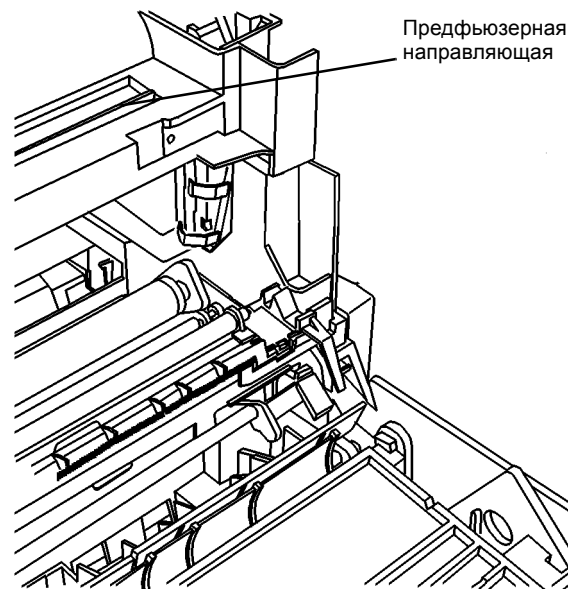

Рисунок 1 Предфьюзерная направляющая
- Почистите полированную предфьюзерную направляющую (Рисунок 1). Эта направляющая находится под модулем фьюзера. Проверьте, что эта направляющая гладкая и не имеет заусенцев. Небольшая зазубрина может привести к локальному размытию изображения, поскольку транспортируемая бумага ударяется о нее и подсакивает. При обнаружении зазубрин и заусенцев постарайтесь удалить их напильником или мелкой шкуркой.